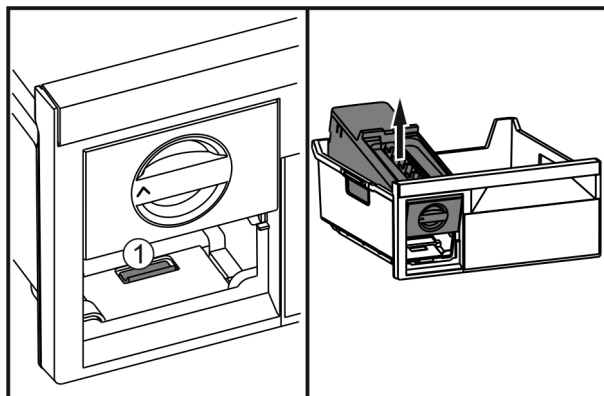

Fig. 39
- Stlačte sponu Fig. 39 (1), nadvihnite zariadenie EasyTwist-Ice zozadu a vyberte ho zo zásuvky na zmrazovanie.